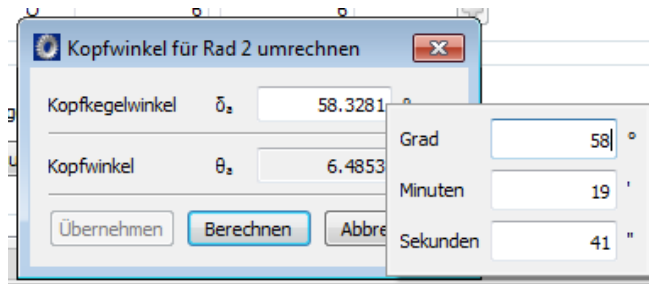

Abbildung 2.2 Die Kopf- und Fusskegelwinkel eingeben und umrechnen
6. Bevor „Kopf- und Fusswinkel Rad 2“ eingegeben werden, wird zuerst die Berechnung durchgeführt mit Σ oder "F5" drücken, so dass die Teilkegelwinkel berechnet werden. Mit Rechts-Klick auf „Umrechnen“  die Kopf- und Fusskegelwinkel eintragen. Mit dem Knopf „Berechnen“ werden die Zahnwinkel berechnet und übernommen (siehe Abbildung 2.2).